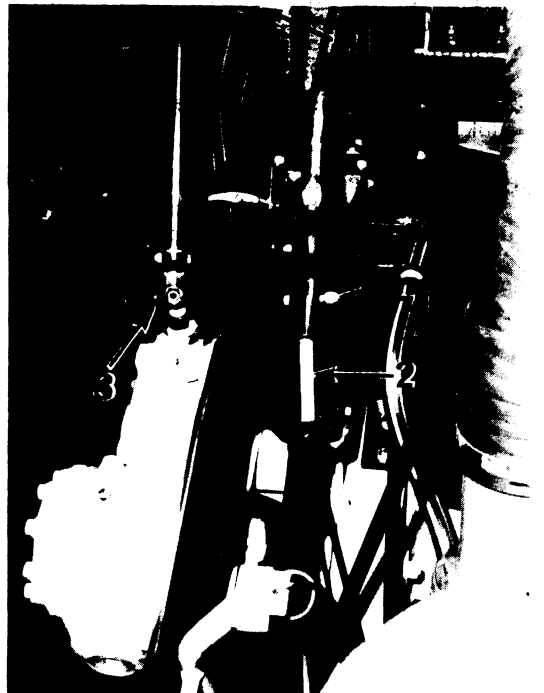

fig. 8
20. Schakelhefboom losnemen van de schakelstang (1, fig. 8).
Hang de schakelhefboom met behulp van een stukje ijzerdraad onder aan de kabine. Is de wagen uitgerust met een Fuller versnellingsbak, dan moeten de drie luchtleidingen uit de schakelhefboom worden getrokken (2, fig. 8).
21. Kruiskoppeling van de stuurhuis losnemen van het stuurhuis en de as aan de kabinevloer ophangen (3, fig. 8).